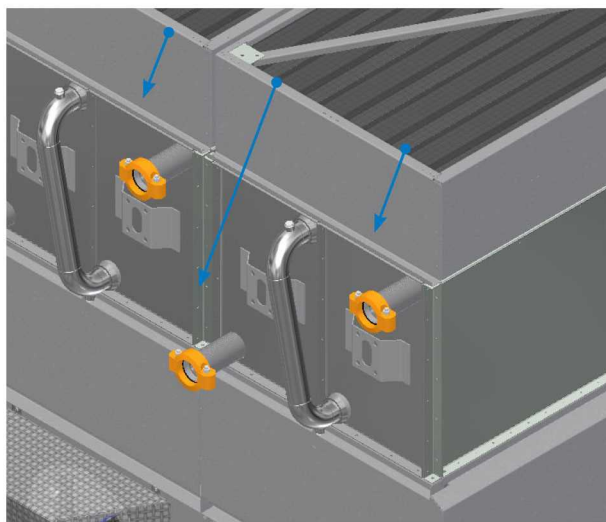

Рис. 20. Размещение гибкой муфты (показан последовательный поток)
1. Разместите гибкую муфту ND80 (виктолическую, ВАС № 202174М6) на системе технологии теплопередачи hCore™. См. рисунок 20.